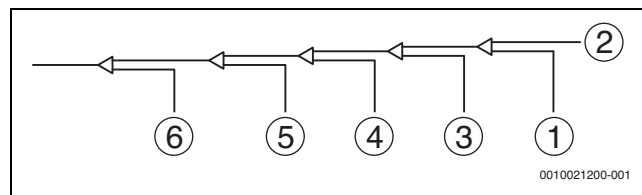

Bild 14
8. Die übrigen Öffnungen in derselben Weise spülen. Dabei der Reihenfolge nach von Inneneinheit A in Richtung der Außeneinheiten arbeiten. Siehe Abb. 14.